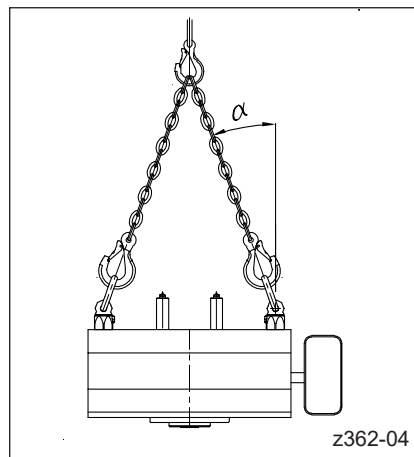
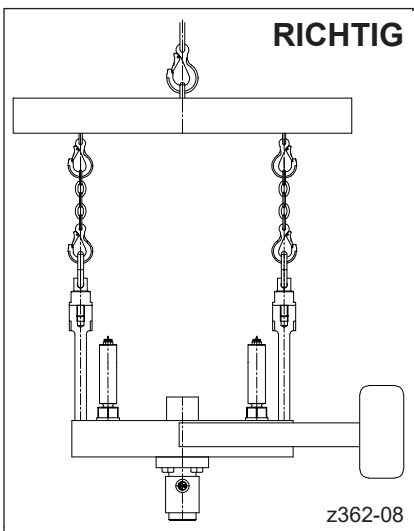
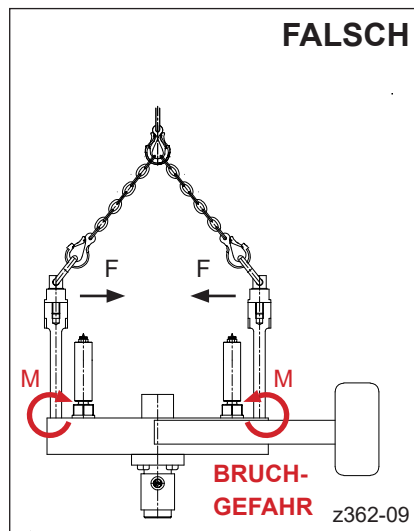

Abbildung 14: Anheben einer Last über 2 Anschlagpunkte, verteilt auf 2 gleichmäßig belastete, aber geneigte Stränge (Beispiel: liegende Heiße Seite)
Abbildung 16: Richtiges Anheben einer Last bei Verwendung von Distanzbolzen für Anschlagwirbel (L2X-System)
Abbildung 17: Falsches Anheben einer Last bei Verwendung von Distanzbolzen für Anschlagwirbel (L2X-System)
- Die Last wird auf 2 gleichmäßig belastete, aber geneigte Stränge verteilt (siehe Abbildung 14). Hierbei muss entsprechend dem Neigungswinkel α eine Reduktion der Maximallast stattfinden (siehe Tabelle 8).
- Kommen Distanzbolzen für Anschlagwirbel zum Einsatz, ist die Verwendung einer Kran-Traverse zwingend notwendig, um eine korrekte Kräfteinleitung über senkrecht gestreckte Stränge zu ermöglichen (siehe Abbildung 16). Wird hier mit geneigten Strängen angehoben entsteht eine Kraft F , die im Einschraubgewinde ein Biegemoment M verursacht. Hierdurch besteht Bruchgefahr (siehe Abbildung 17).
Entnahme einer Heißen Seite, eines L2X-Systems oder eines einzelnen Verteilers aus einer Transportkiste oder von einer Palette (siehe Abbildung 14, Abbildung 15 bzw. Abbildung 16).